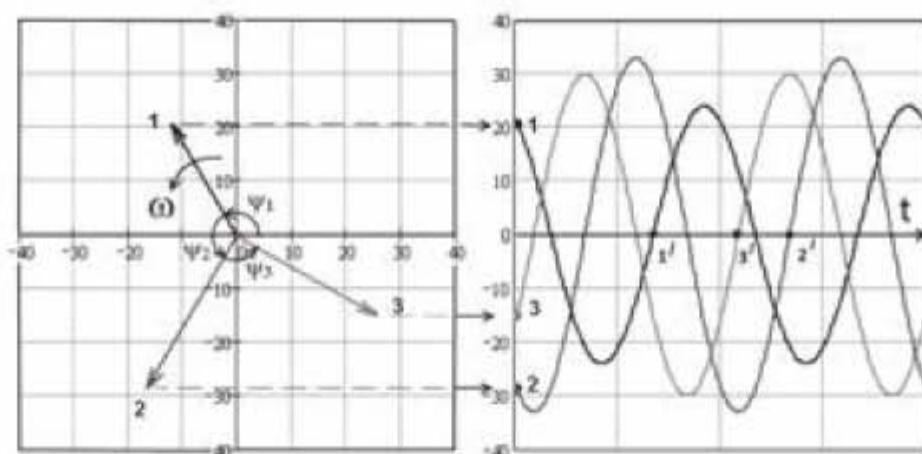

Рис. 2.17. Вращение векторов
Будем рассматривать только такие цепи переменного тока, в которых напряжение и ток меняются по синусоидальному закону. Представим три вектора (1), (2), (3), которые вращаются с угловой скоростью ω против часовой стрелки. Вектор 1 имеет начальную фазу $\Psi_1 = 120^\circ$. Под начальной фазой подразумевается угол между вектором и осью X, отложенный против часовой стрелки. Вектор 2 имеет начальную фазу $\Psi_2 = 240^\circ$. Вектор 3 имеет начальную фазу $\Psi_3 = 330^\circ$. Если развернуть траекторию, которую описывают концы векторов, по времени, то получим синусоиды, смещенные относительно друг друга, как показано на рис. 2.17.
Фазовый сдвиг между векторами можно определить также по взаимному положению синусоид на рис. 2.17. Анализ взаимного положения синусоид проводят для точек пересечения кривыми оси X при движении вдоль синусоид от отрицательных значений к положительным (точки 1', 2', 3'). За точку 1' принимаем точку, соответствующую синусоиде 1. Угол φ определяется из соотношения
l – расстояние, соответствующее сдвигу синусоид относительно друг друга, например, для синусоид 1, 3 – это расстояние между точками 1', 3' и для синусоид 1, 2 – это расстояние между точками 1', 2'. Отсчет точек пересечения начинаем от синусоиды 1. Затем ось X пересечет синусоида 3, затем синусоида 2, поэтому точки 1', 2', 3' расположатся именно в таком порядке, как показано на рис. 2.17.